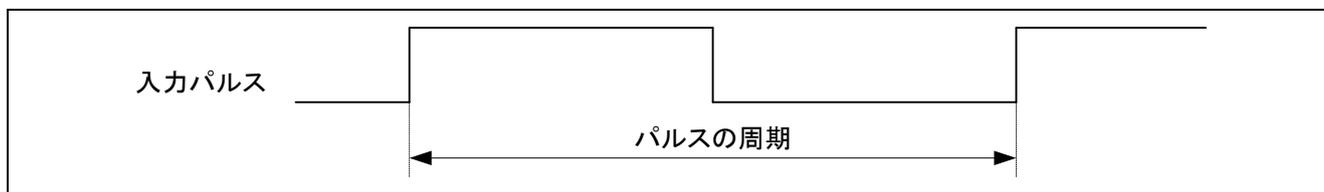

図 2.1 パルス周期測定タイミング
- 1) 図 2.1に示すように入力パルスの周期を測定し、結果を RAM に保存します。